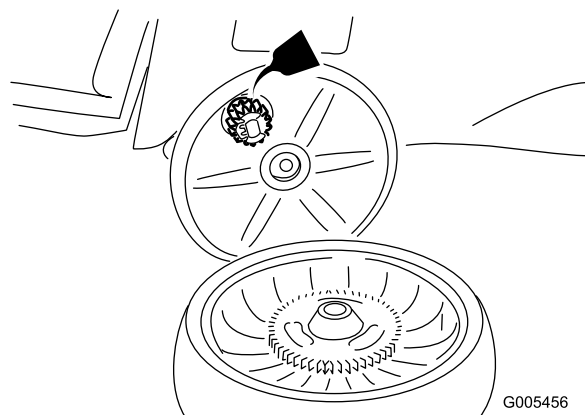

Figure 25
2. Appliquez une couche d'huile de graissage sur les engrenages comme illustré à la Figure 25.